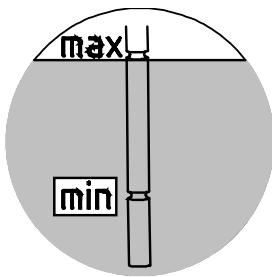

図 26: オイルレベルゲージによるオイルレベルの点検
- ディップスティックを完全にねじ込んだときに、オイルレベルが下マークと上マークの間になければなりません (図 26 を参照)。オイルレベルが少なすぎる場合は、該当する種類のオイルでオイルレベルを補正します。